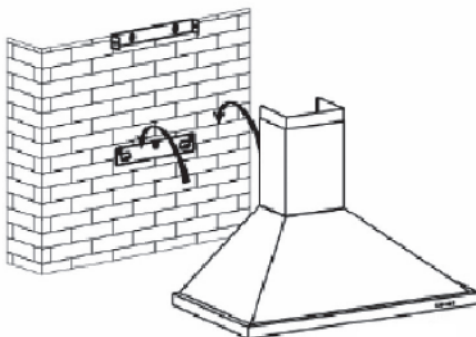

fig. 2
- Placera dit och koppla in kåpans kropp över detta fäste med de tillhandahållna skruvarna (fig. 2).